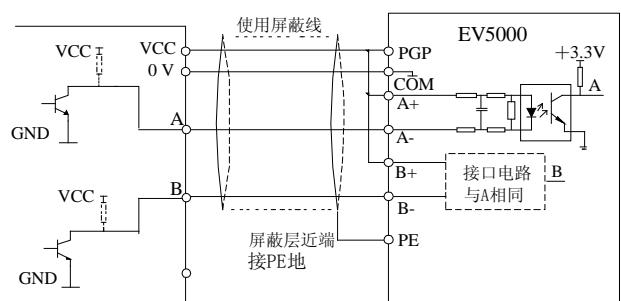

图4-31 集电极开路信号 PG 接线示意图
1. PG 输出信号为集电极开路信号，与接口板端子的连接如图 4-31 所示（图中虚线部分为电压型输出编码器）。